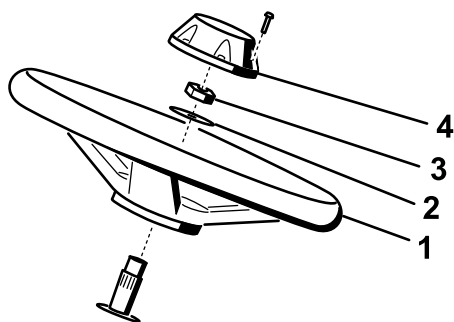

図 5
1. ハンドルをステアリングシャフトにはめ込む (図 5)。
2. ワッシャをステアリングシャフトにはめ込む (図 5)。
3. ジャムナットでハンドルを固定し、27-35 N.m = 2.8-3.6 kg.m = 20-26 ft-lb) にトルク締めする (図 5)。
4. キャップを取り付け、ねじで固定する (図 5)。